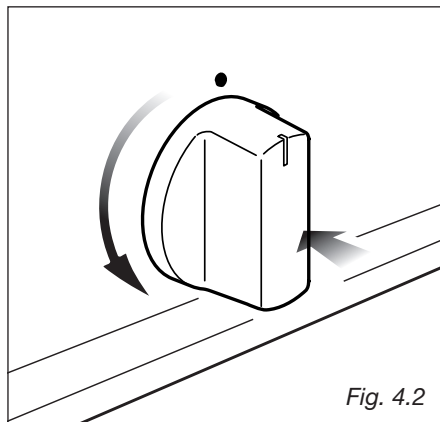

Fig. 4.2
2) Appuyer à fond et tourner la manette du thermostat du four en sens antihoraire (fig. 4.2) jusqu'à faire coïncider le repère avec le numéro 285 (fig. 4.1).